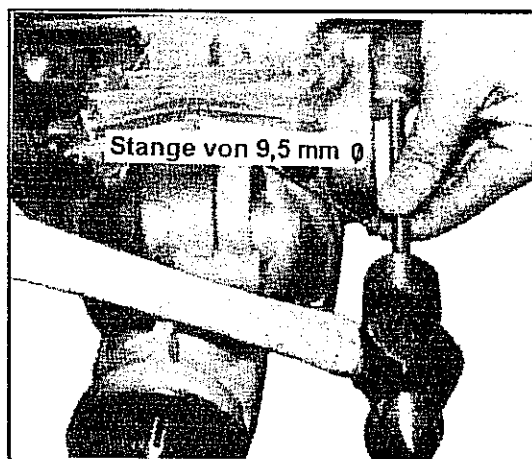

Abb. 10-141 Montage der Haltebuchse für die Lagerwelle der Parkraste
- Haltebuchse der Lagerwelle ansetzen. Die Haltebuchse mit einer Stange von 9,5 mm Durchmesser als Zwischenstück in die Einbaulage treiben. Die Buchse muß entweder eben mit der Oberfläche des Getriebegehäuses liegen oder bis zu 0,25 mm tiefer liegen. Die Haltebuchse an drei Stellen anschlagen, um diese so in der Aufnahme des Gehäuses zu befestigen. Siehe Abb. 10-141.